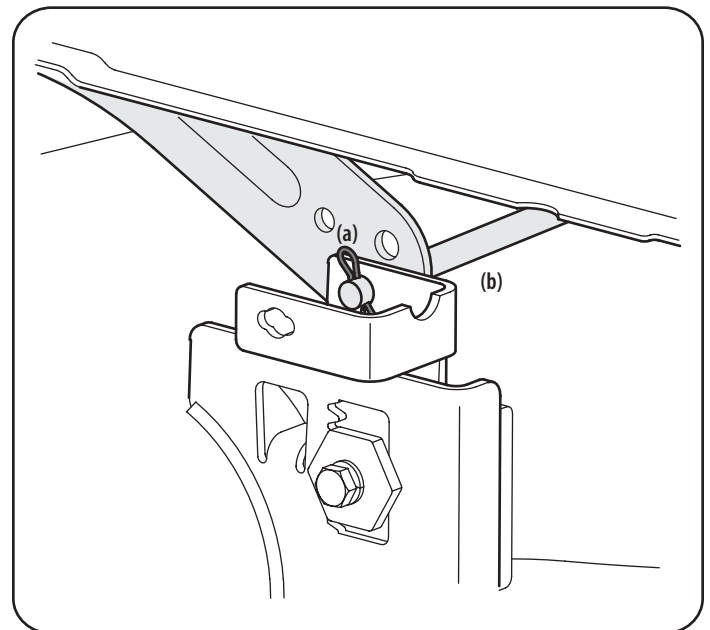

Figura 26
5. Mirando la plataforma de corte desde el lado izquierdo del tractor, ubique el pasador de chaveta curvo (a) que sujeta la varilla de soporte de la plataforma (b) del lado posterior izquierdo de la plataforma. Consulte la Figura 26. Extraiga el pasador de chaveta curvo (a) que sujeta la varilla de soporte de la plataforma (b), y con cuidado saque el soporte de la plataforma del brazo de elevación de la plataforma.